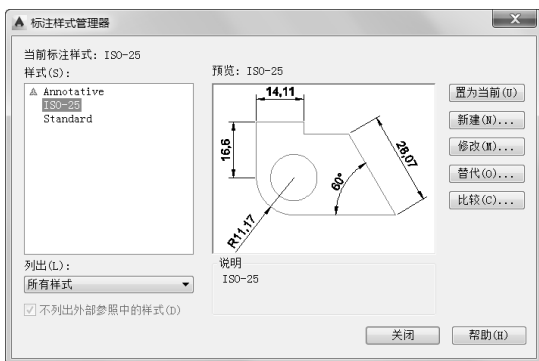

图 6-1 “标注样式管理器”对话框
1) 在命令行的“输入命令”提示下输入“DIMSTYLE”并按〈Enter〉键，或者在功能区“默认”选项卡的“注释”面板中单击“标注样式”按钮，也可以在功能区“注释”选项卡中单击“标注”面板中的“标注样式设置”按钮，系统弹出图 6-1 所示的“标注样式管理器”对话框